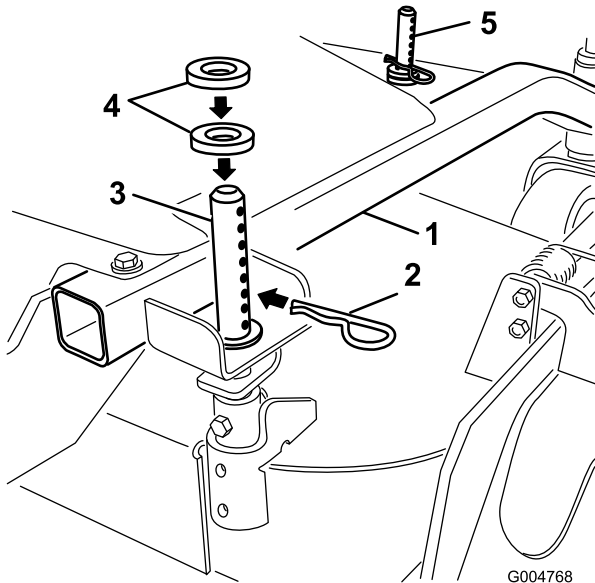

Figura 14
1. Seleccione el taladro en el pilar de ajuste de altura de corte y la cantidad de espaciadores correspondiente a la altura de corte deseada (Figura 14).
2. Con la ayuda del manillar de elevación, levante el lateral de la carcasa y retire el pasador de horquilla (Figura 14).
3. Agregue espaciadores o quítelos de ser necesario y luego alinee los taladros e introduzca el pasador de horquilla (Figura 14).